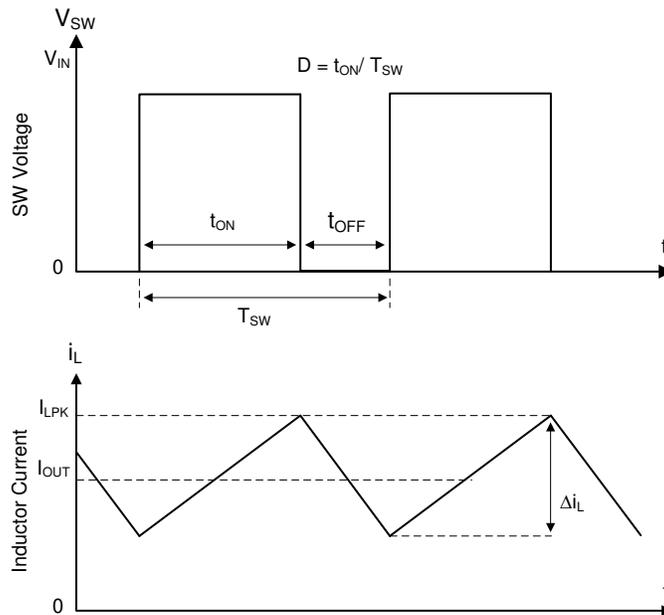

図 6-1. 連続導通モード (CCM) における SW ノードとインダクタ電流の波形
TPSM843321 の以下の動作の説明は、機能ブロック図と 図 6-1 の波形を参照しています。TPSM843321 は、ハイサイド (HS) およびローサイド (LS) MOSFET (同期整流器) を内蔵した同期降圧コンバータです。TPSM843321 は、制御されたデューティ サイクルで HS および LS の NMOS スイッチをオンにすることにより、出力電圧の安定化を実現します。ハイサイド スイッチのオン時間中には、SW ピンの電圧がほぼ V_{IN} まで上昇し、インダクタ電流 i_L が $(V_{IN} - V_{OUT})/L$ の傾きで直線的に増加します。制御ロジックによって HS スイッチがオフになると、貫通電流を防止するデッドタイムの経過後に、LS スイッチがオンになります。インダクタ電流は、ローサイド スイッチを通して $-V_{OUT}/L$ の割合で放電されます。降圧コンバータの制御パラメータは、デューティ サイクル $D = t_{ON}/T_{SW}$ と定義されます。ここで、 t_{ON} はハイサイド スイッチのオン時間、 T_{SW} はスイッチング周期です。コンバータ制御ループは、デューティ サイクル D を調整することにより、出力電圧を一定に維持します。損失を無視できるような理想的な降圧コンバータでは、次の式のように、 D は出力電圧に比例し、入力電圧に反比例します。 $D = V_{OUT}/V_{IN}$ です。